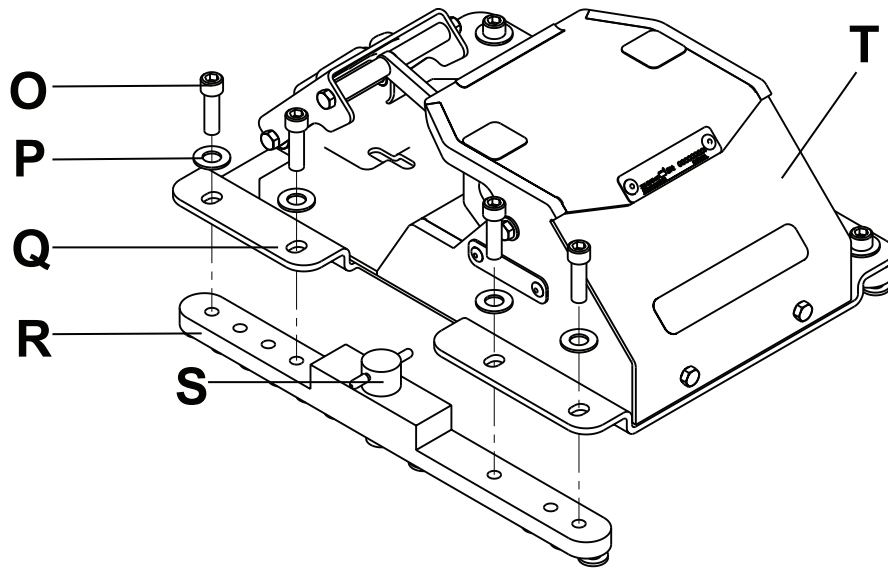
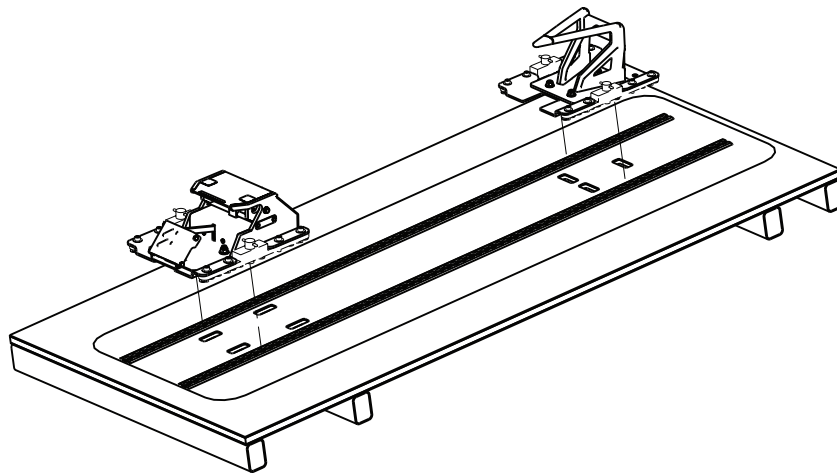

Figure 7 – Assemblage de la fixation côté pieds
Figure 8 – Fixations côté tête et côté pieds - installation sur le rail de plancher
1. Placer les huit rondelles (P) entre les huit vis (O) (quatre de chaque côté) et le socle de verrouillage de la fixation côté pieds (Q) (Figure 7).
5. Tourner la clé pour plongeur dans le sens inverse des aiguilles d'une montre pour déverrouiller le plongeur sur l'adaptateur **Unwin** (R) de la fixation côté pieds (T) (Figure 7).
6. Pour désengager le plongeur (S), soulever et tourner la clé pour plongeur d'un demi-tour.
8. Tourner la clé pour plongeur dans le sens des aiguilles d'une montre pour engager le plongeur et verrouiller l'adaptateur **Unwin** (R) sur le rail de plancher.
9. Répéter les étapes 5 à 8 pour installer la fixation côté tête sur le rail de plancher (Figure 8).